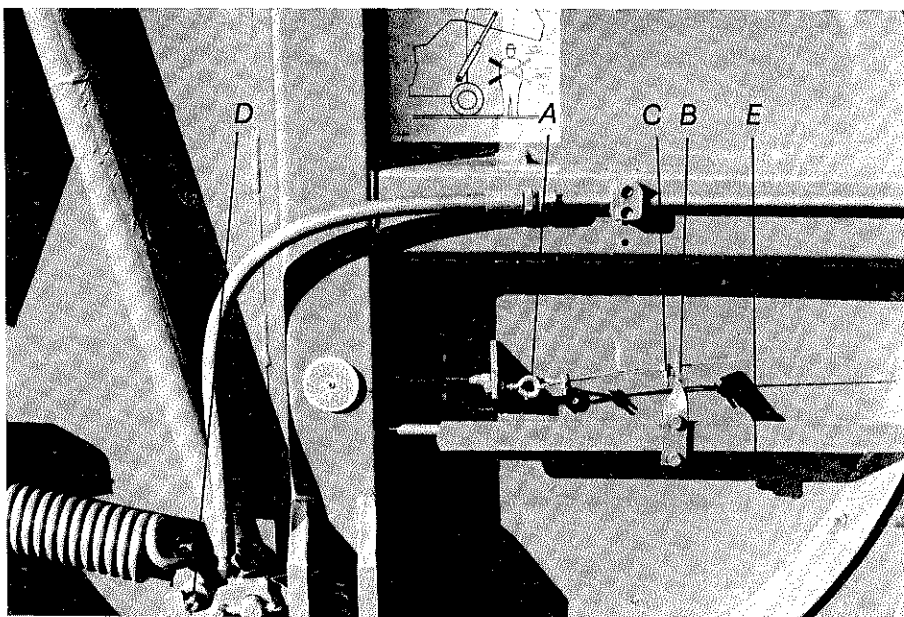

Abb. 16
Mit der Ösenschraube A in Abb. 16 kann der Zeiger an der Preßdruckanzeige eingestellt werden.
Das Anlagestück B, Abb. 16, dient zur Anzeige der ordnungsgemäßen Verriegelung der Preßkammer und zwar geht der Zeiger der Preßdruckanzeige erst dann in die Stellung „Start“ zurück, wenn der Verschlußhaken D richtig eingerastet ist.
Der Abstand zwischen Seilklemme C und Anlagestück B, Abb. 16, soll ca. 2 mm betragen.
5. Verriegelungshaken D und Gestänge E (Abb. 16 Seite 15) auf Gängigkeit prüfen, gegebenenfalls gängig machen und ölen.